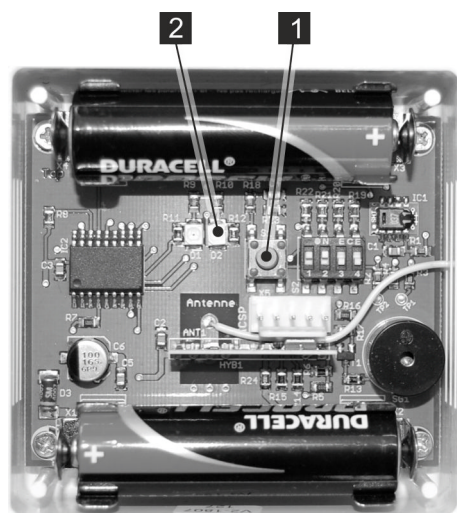

Abb. 9: Funktionsfähigkeit prüfen
3. Das Funk-Sensor-System auf Funktionsfähigkeit überprüfen. Dazu den schwarzen Knopf (Abb. 9/1) drücken.
- ⇒ Wenn die LED (Abb. 9/2) kurz aufleuchtet, ist das Funk-Sensor-System betriebsbereit. Wenn das Funk-Sensor-System im Betrieb einen kurzen Signalton in regelmäßigen Abständen abgibt, Batterien erneuern.